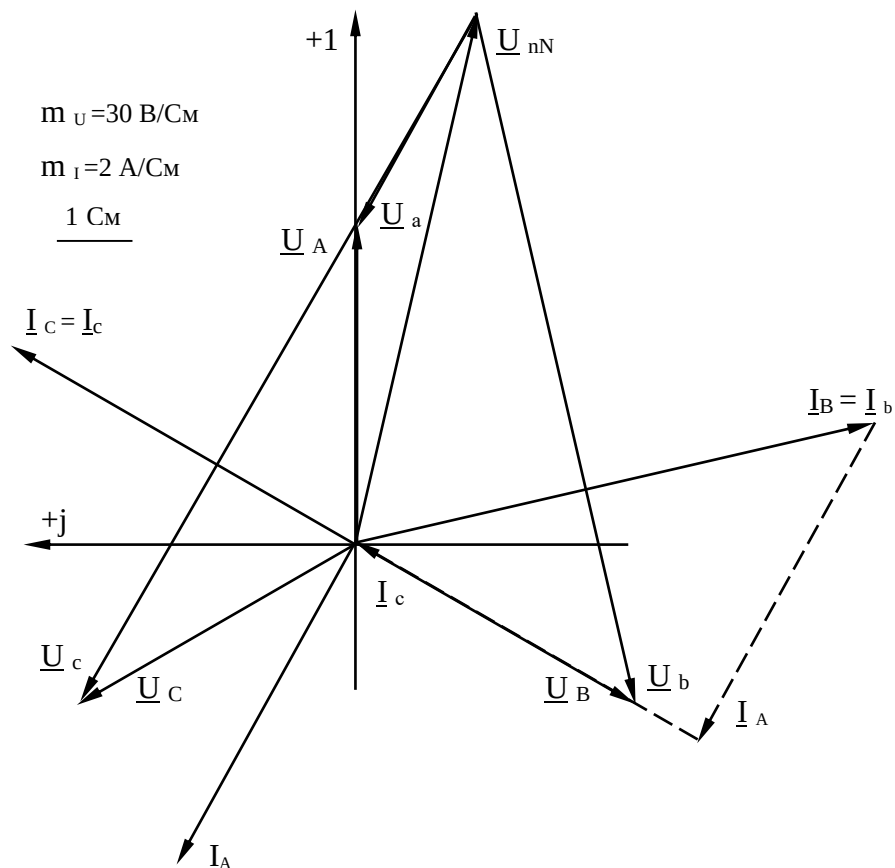

Рисунок 3.4
7. По результатам расчетов токов и напряжений строим векторные диаграммы токов и напряжений (рисунок 3.4)